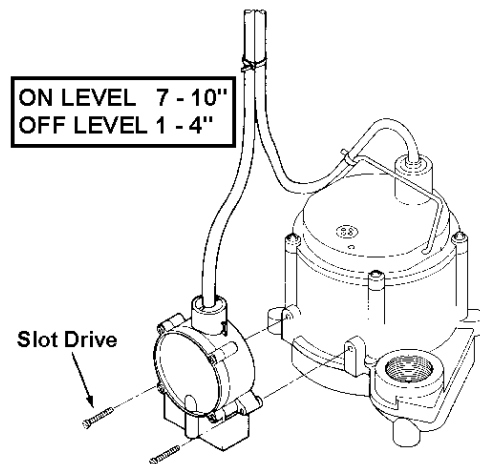

FIGURE 2 - RS-5 MOUNTED TO 6 SERIES
2. For installation on 6 Series pump, refer to Figure 2. Attach the RS-5 directly to the Model 6 Series pump housing using the two slot drive screws provided, as shown in Figure 2. Use the cable ties provided to secure the power cords together. To ensure proper operation of pump and switch, place pump on a solid surface in water at least 1" deep.
2. Pour installer 6 Série pompe, se référer à la Figure 2. Fixer directement le RS-5 à l'enveloppe de ces pompes de modèle 6 à l'aide de fausses vis à deux fentes, tel qu'illustré à la Figure 2. Rassembler les cordons d'alimentation à l'aide des colliers de serrage fournis. Pour que la pompe et l'interrupteur fonctionnent correctement, placer la pompe sur une surface solide, dans l'eau, à une profondeur d'au moins 2,5 cm (1 po).